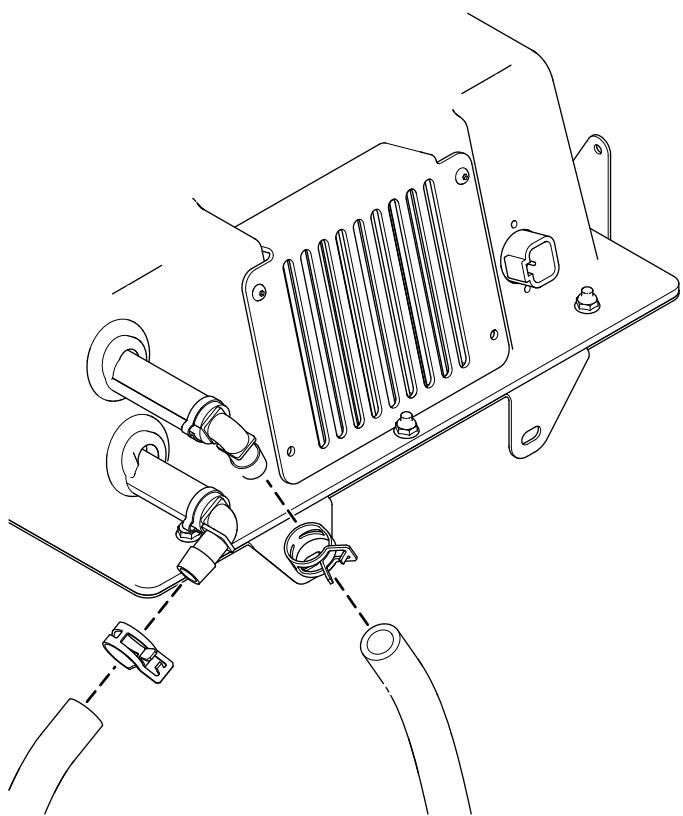

Figura 16
7. Collegate i 2 flessibili del refrigerante sulla parte anteriore della scatola del riscaldatore con 2 morsetti a fascia come illustrato nella Figura 16.